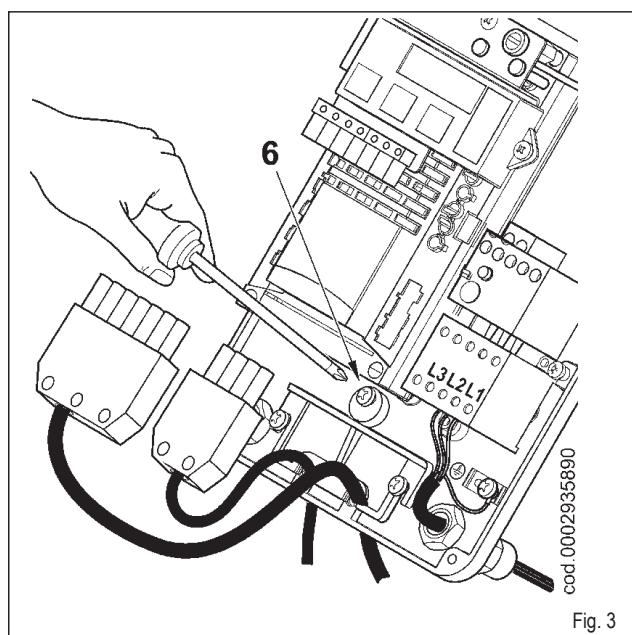
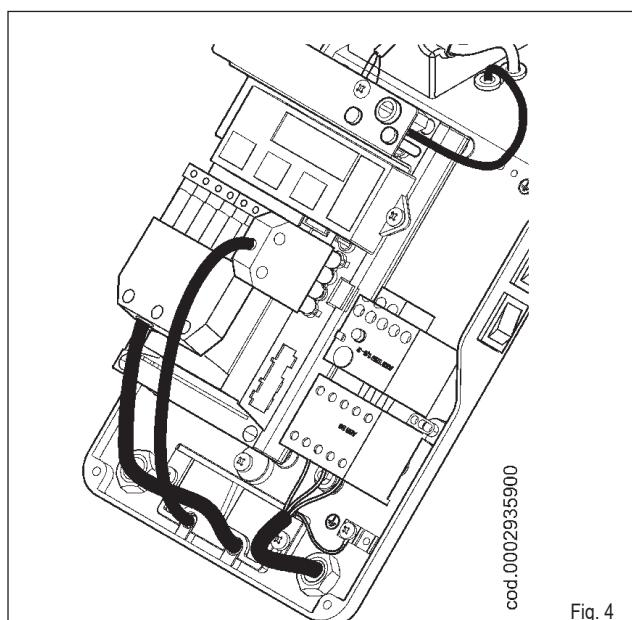

Fig. 3
Fig. 4
- Repositionner la plaquette de serrage des câbles comme indiqué sur la figure 3. Tourner l'excentrique (6) de façon que la plaquette exerce une pression adéquate sur les deux câbles puis serrer les vis qui fixent la plaquette. Enfin, relier les deux fiches à 7 et à 4 pôles (voir fig.4)
- Pour refermer le couvercle du tableau électrique, visser les 4 vis (1) en exerçant un couple de serrage pour garantir une étanchéité correcte.
- Dévisser complètement l'écrou (6) et visser la vis (7), en l'introduisant à l'intérieur du raccord de refoulement de gaz (8) de manière suffisante à garantir le démontage éventuel du groupe de mélange. Soulever légèrement le raccord de refoulement de gaz (8) hors de son emplacement (figure 3).
- Extraire complètement le groupe de mélange dans la direction indiquée par la flèche 9, après avoir enlevé les câbles d'allumage et de ionisation 10 de leurs électrodes (figure 4).